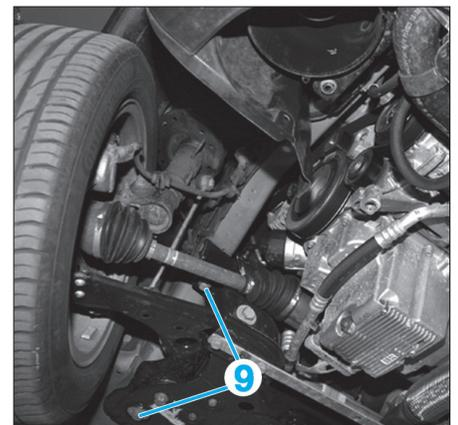

Fig. 11
- Déposer les vis de fixation (9) du berceau sur la caisse (de chaque côté) (Fig.11).